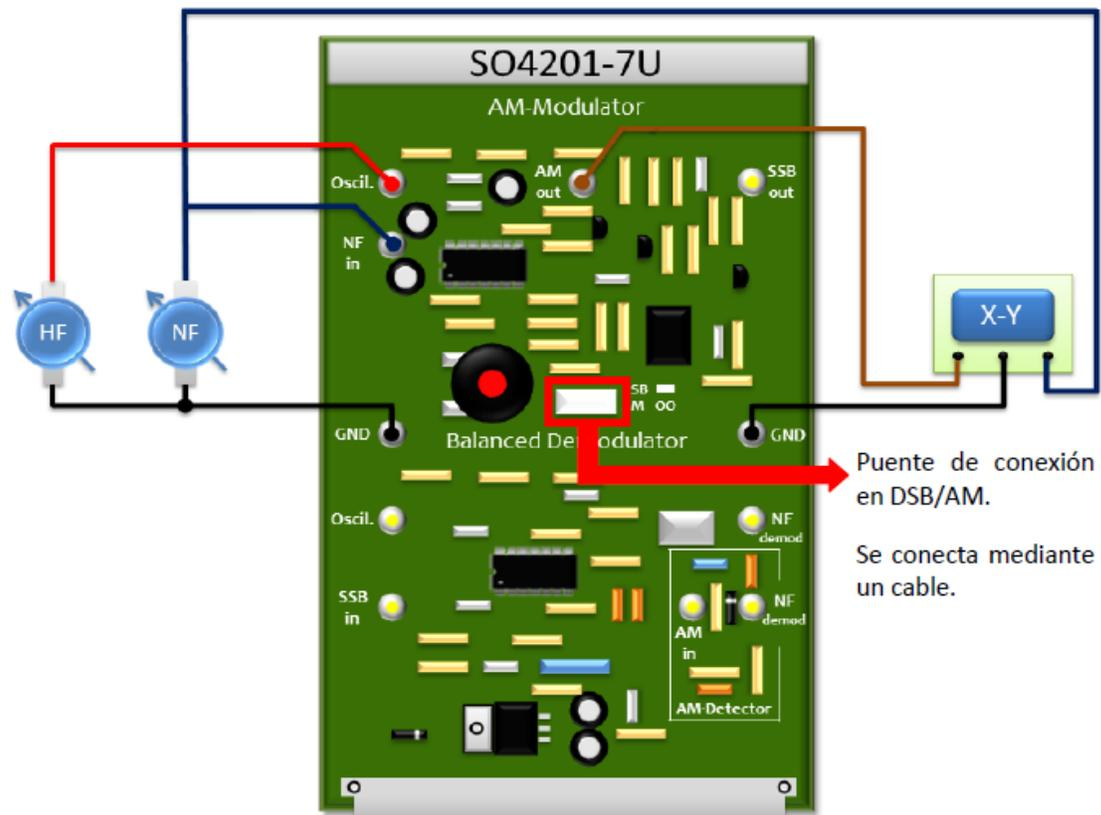

Figura 5: Esquema de conexiones modulación DSB.
- Conecte el puente de conexión en DSB/AM mediante un cable (ver Figura 5).